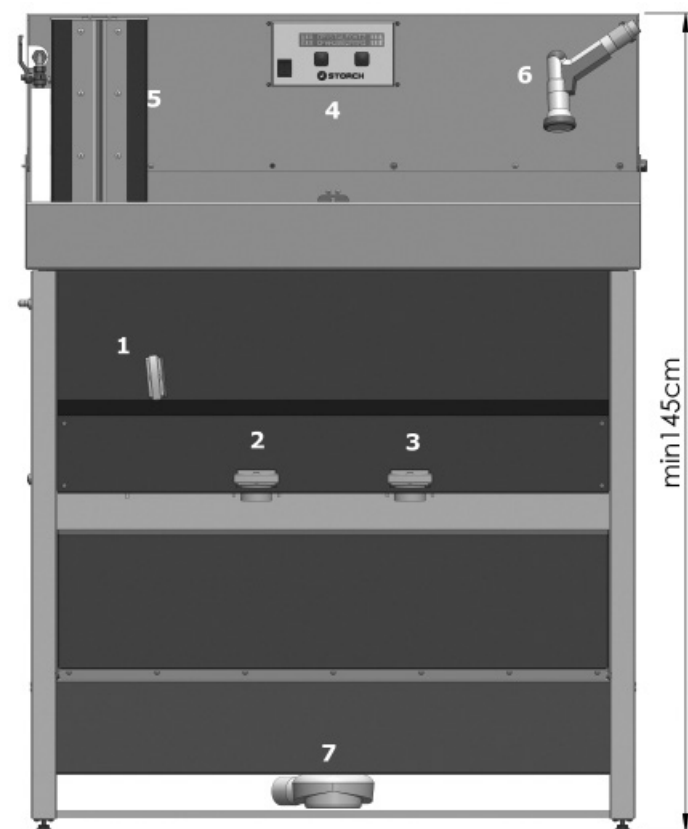

Abb. 1
Nach der Gerätepositionierung wird der mitgelieferte Abfluss (7) Abb. 1, 2 an die bauseitig vorhandene Abflussleitung angeschlossen. Höhe des bauseitigen Abflusses max. 100 mm
- Reinigen der Werkzeuge / Gebinde mit der mitgelieferten Handbrause (6) Abb. 1
- Reinigen der Walzen im TurboWash (Lieferumfang im ColorFree top Set) (5) Abb. 1, 2, 5, 6
- Schalten Sie die Anlage am Ein/Aus-Schalter der Steuerung ein (4) Abb. 1
Dieses kann bei zu niedrigem Wasserstand im Reaktionsbecken vorkommen. Dabei wird während des Flockverfahrens Luft untergemischt, die für den Auftrieb der Flocken sorgen. In dieser Situation öffnen Sie nach dem Ausflocken nicht den Klarwasserabzug (1) Abb.1, sondern bestätigen lediglich den Vorgang „Wasser abgelaufen“ und öffnen direkt den Ablauf (2) Abb.1 oder (3) Abb.1, je nachdem welcher von der Steuerung angezeigt wird.